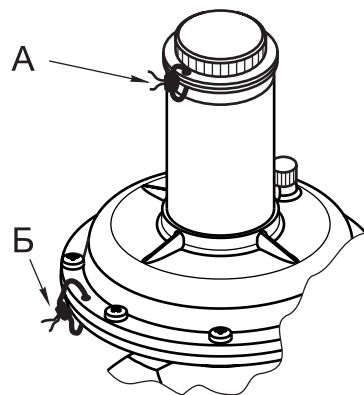

Рис. 9
4.5 Пломбирование (рис. 9).
4.5.2 Для пломбировки используйте проволоку диаметром 0,8 - 1,5 мм, которую необходимо протягивать через отверстия, расположенные в защитной пробке и плоскости соединения корпусных деталей (рис. 9, места А и Б). Пломбировка места Б произведена на заводе-изготовителе. Пломбировка места А осуществляется после настройки регулятора на необходимое выходное давление.